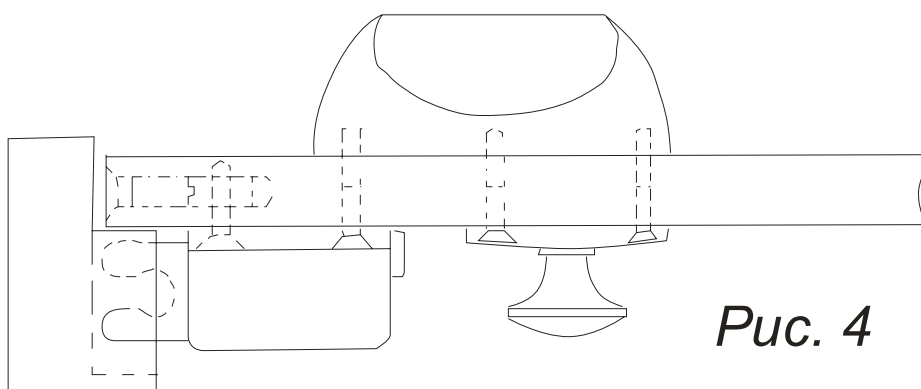

Рис. 4
- надежно запирать двери патентованной ригельной системой рис.4